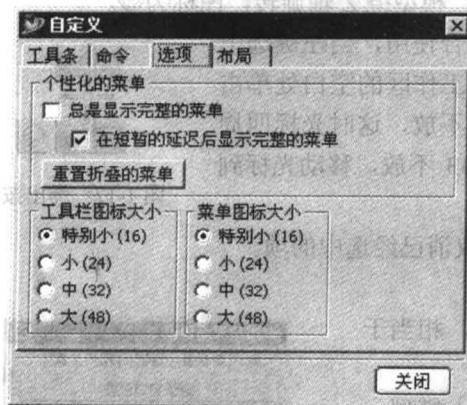

图 1-15 “选项”选项卡
(4) 单击“选项”选项卡，如图 1-15 所示，主要用来设定工具条的图标大小和菜单的图标大小以及个性化菜单。